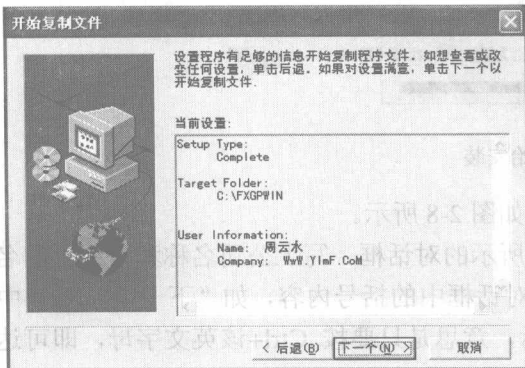

图 2-12 开始复制文件
(11) 确认没有问题后，再点击“下一个”。如果发现错了，就点击“后退”按钮返回，如图 2-12 所示。